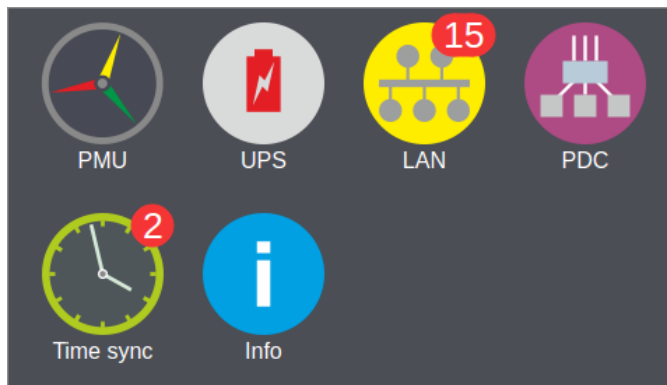

Рисунок 6.2. Главное меню с уведомлением об ошибках.
ЭНМИ-6-24-2 выполняет визуализацию данных диагностики элементов ПТК СМПР. При обнаружении ошибки в работе устройств системы в главном меню модуля в верхнем правом углу пиктограммы, соответствующей типу устройств, в которых обнаружилась ошибка, появится уведомление с количеством ошибок на красном фоне (рисунок 6.2) и произойдет замыкание дискретного выхода (DO). Размыкание дискретного выхода произойдет только в том случае, когда все ошибки будут устранены или сквитированы (в главном меню исчезнут все уведомления об ошибках).